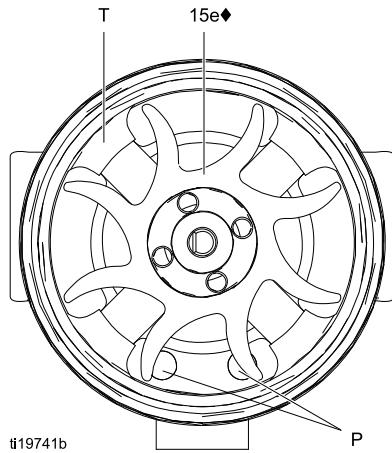
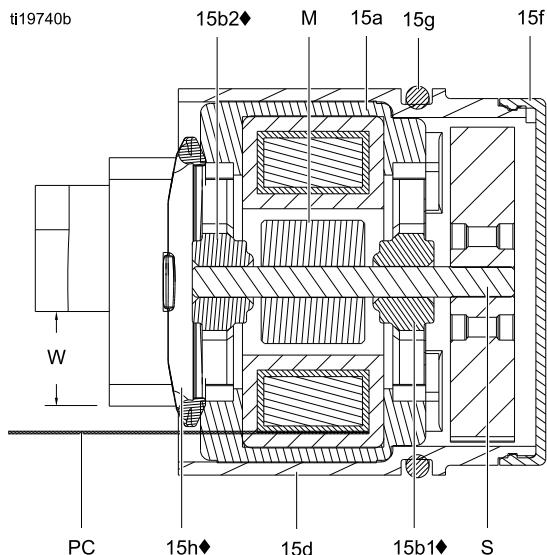

Figure 34 风扇方向
Figure 35 交流发电机横截面
12. 将线圈组件 (15a) 固定在工作台上，使风扇端朝上。将风扇 (15e◆) 按压在转轴 (S) 较长端上。风扇叶片必须按照说明进行定向。
13. 小心地将线圈组件 (15a) 压入外壳 (15d◆) 前端。3 线连接器 (PC) 必须位于外壳护耳宽槽孔 (W) 下方，如图 35 所示。确保线圈定位销 (P) 按照图 34 进行定位。
14. 旋转风扇 (15e)，使扇叶清洁外壳背部的四个轴承止动舌 (T)。确保底部轴承 (15b1◆) 与止动舌对准。